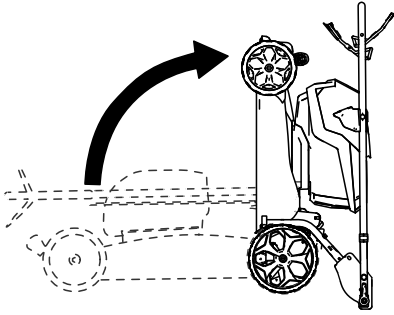

Figura 20
- Pliegue el manillar hacia adelante del todo, como se indica en la Figura 20.
6. Levante la parte delantera de la máquina con el manillar y llévela al lugar de almacenamiento (Figura 20).